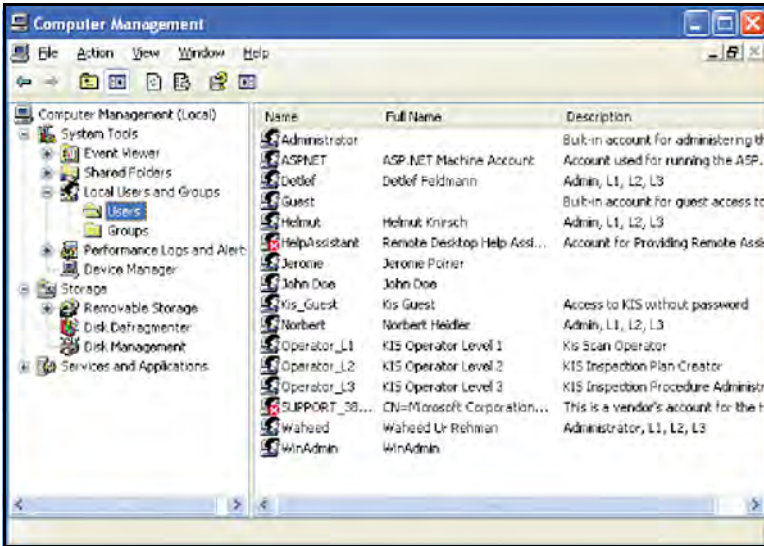

Рис. 117: Список пользователей
6. Для включения пользователя в конкретную группу вернитесь в каталог Local Users and Groups (Локальные пользователи и группы) (см. Рис. 117 ниже).